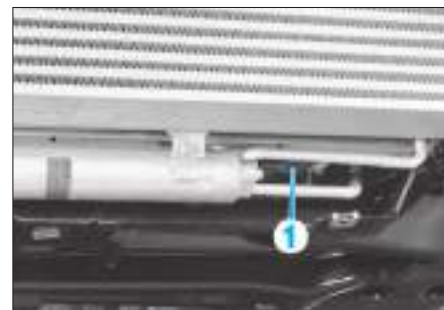

FIG. 13
- Débrancher le connecteur du pressostat (1) (Fig.13).